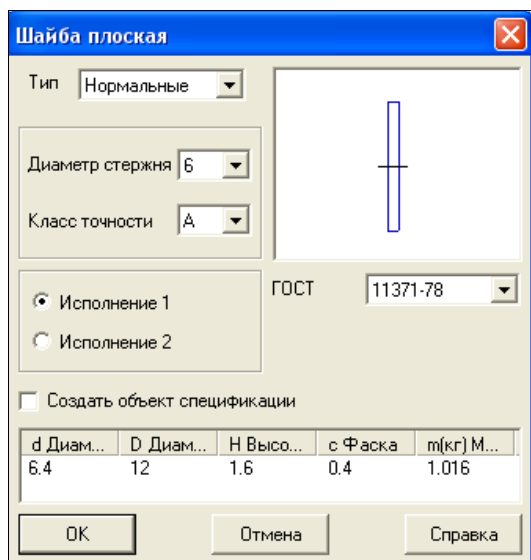

Рис. 26.18. Диалоговое окно **Шайба плоская**
- ♦ щелкните дважды по варианту **Шайбы**. Система выведет на экран диалоговое окно **Шайба плоская** (рис. 26.18) — точно такое же, как и в случае вставки шайбы в режиме Чертеж;